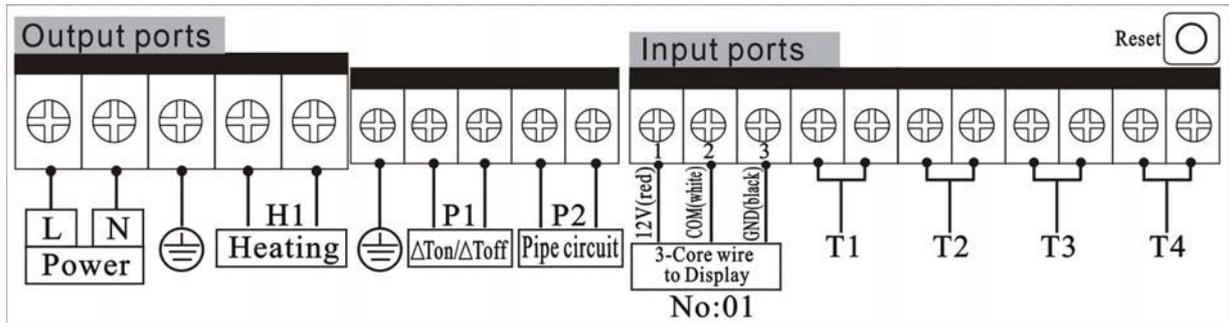

Imagen 7
• Conexión de los terminales (ver imagen 7)